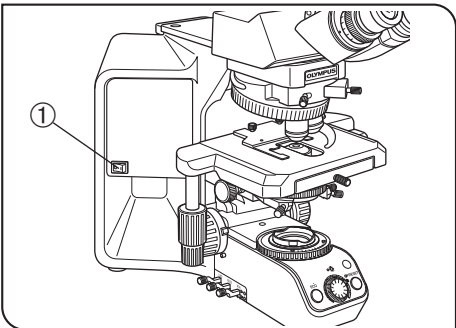

図 1
- 6) 光源ランプの交換は感電事故およびやけどを防止するため、必ずメインスイッチ①を●(OFF)にし、電源コードをコンセントから抜いてランプハウスおよびランプが、充分冷えてから行ってください。(図1)